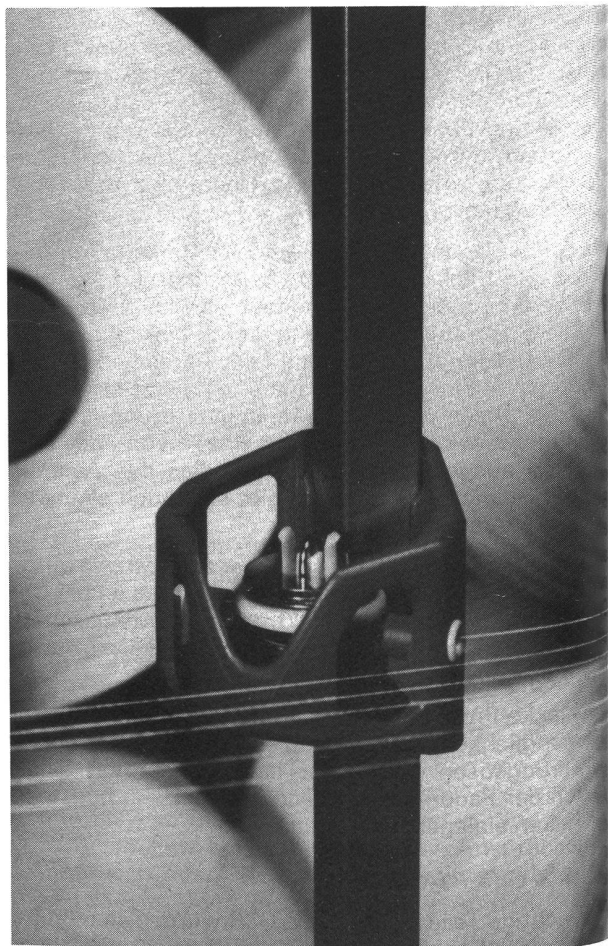

Abb. 10: Normaldruckspanner Modell UZ
4.3 Normaldruckspanner UZ (Abb. 10)